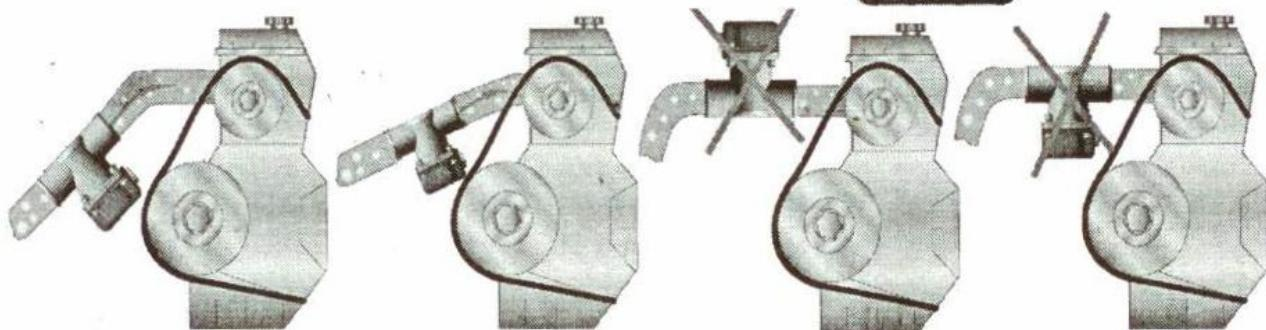

Рисунок 4
6.2. Подогреватель «Старт-МП», требуется устанавливать таким образом, чтобы один из патрубков был выше относительно другого патрубка.(см.рис.4)